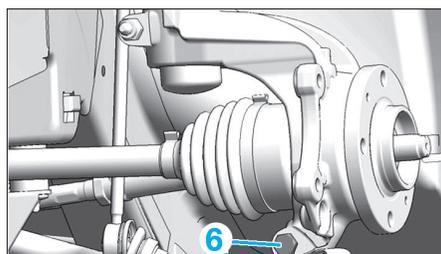

Fig. 3
- la capteur et l'écrou de biellette (5).
- Déposer la vis de fixation (6) (Fig.3).